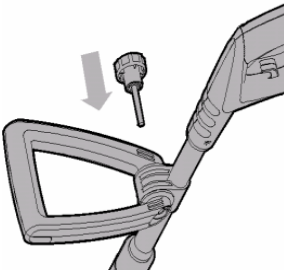
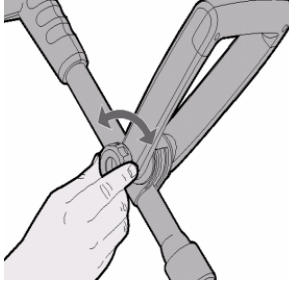

Рисунок 3
Рисунок 4
- встановіть руків'я (10) на кронштейні, вставте у відповідні отвори болт (рисунок 3) і зафіксуйте це положення гайкою (11) (рисунок 4).